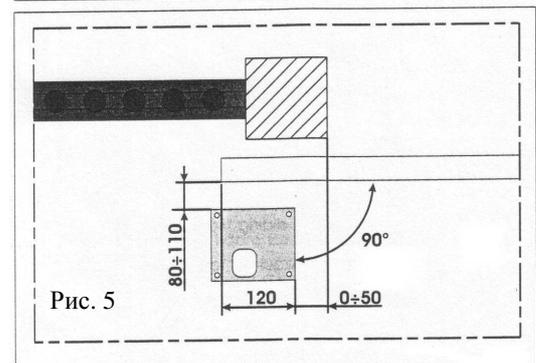

Рис. 5
- При измерениях руководствуйтесь рис. 5 или 6, при этом створка имеет соответственно правое или левое расположение. Для горизонтальной установки используйте уровень;
**Важно! Заземлите оборудование. Программирование блока управления описано для привода устанавливаемого относительно воротины с правой стороны (вид с улицы) рис. 5. Если привод установлен слева, для правильной фазировки концевых выключателей и двигателя, поменяйте провода Открыть и Закрыть в разьеме двигателя.**